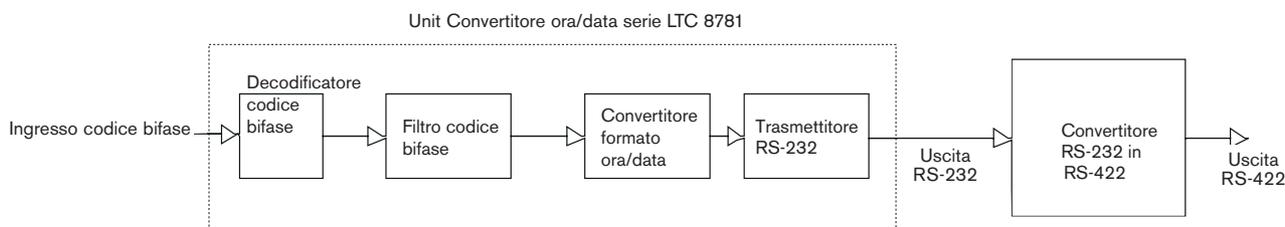

Figura 1: diagramma a blocchi relativo al funzionamento dell'unità Serie LTC 8781
Il pannello anteriore dei componenti è dotato di indicatori LED che segnalano la trasmissione di dati RS-232 (RS-232 OUT), il ricevimento di dati in codice bifase (CODE IN), e l'alimentazione (ON). Gli indicatori RS-232 IN e CODE OUT non vengono utilizzati (e pertanto non si accenderanno). Vedere *Figura 4*. La *Figura 1* mostra un diagramma a blocchi schematico da usare come riferimento.